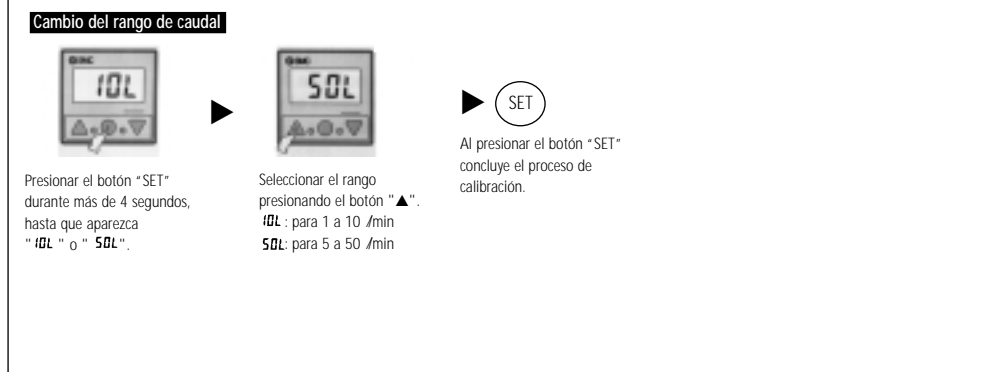

Figura 10
**Otras funciones (Figura 10)**